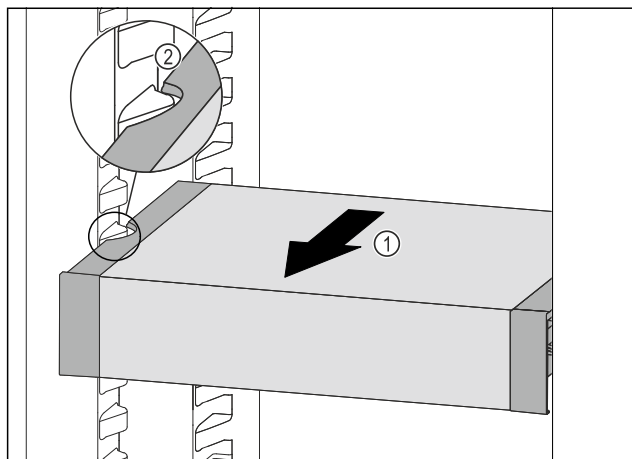

Fig. 63
- Tirare VarioSafe in avanti Fig. 63 (1) fino a quando le cavità laterali di VarioSafe non si trovano al livello della nervatura del contenitore nel vano frigorifero. Fig. 63 (2)